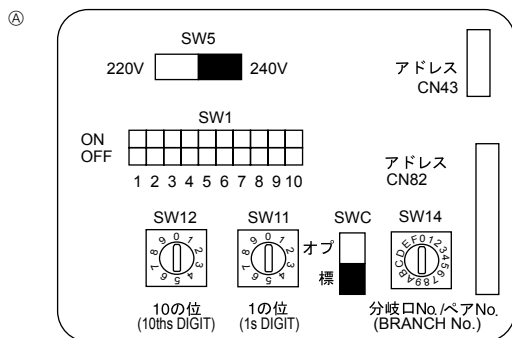

Fig. 7-4
7.5. Definição dos endereços (Fig. 7-4)
④ Quadro de endereços
7.6. Medição da temperatura da peça com a sonda incorporada no controlo remoto (Fig.7-4)